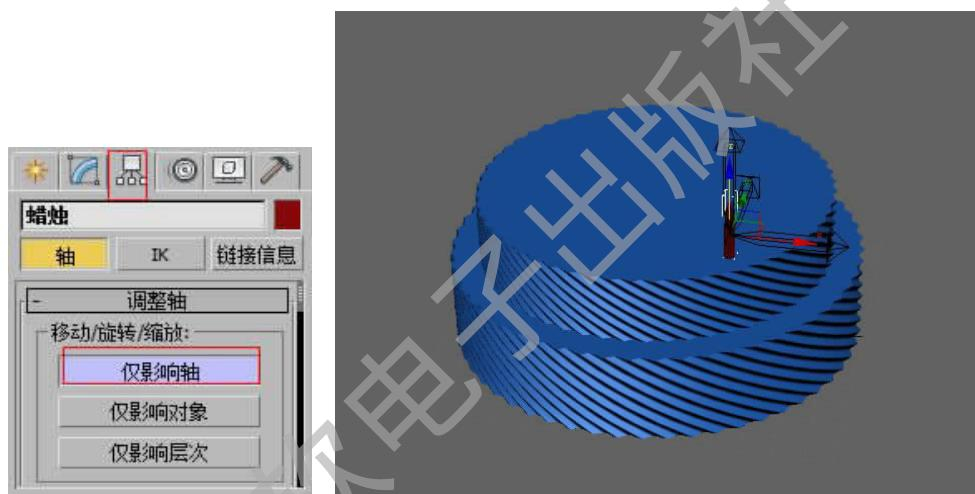

图 2-68 调节轴
Step 12. 将成组之后的蜡烛放到蛋糕上相应的位置，进入层级面板，选择“仅影响轴”，如图 2-68 所示。